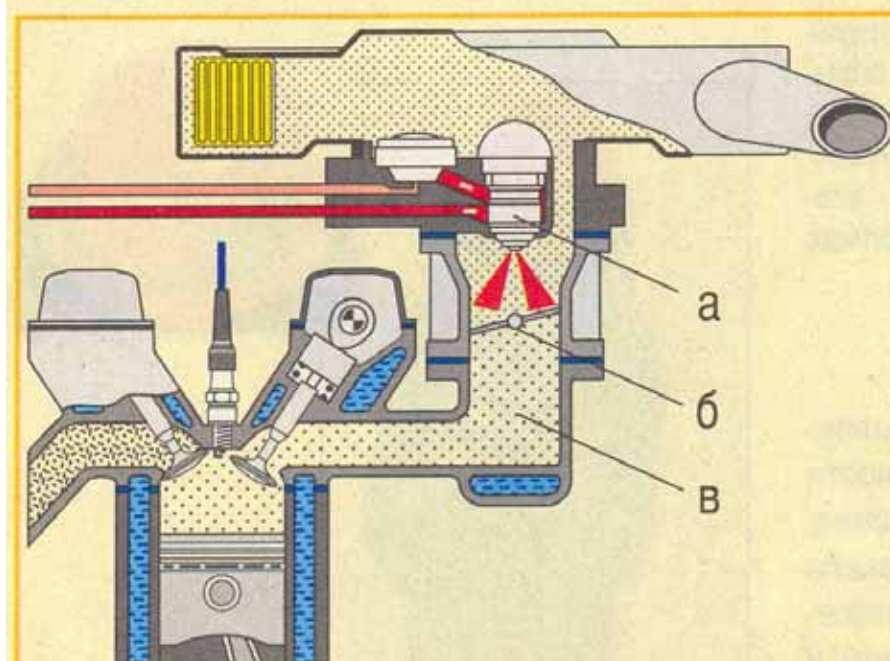

Рис. 3. Центральный впрыск: а – форсунка; б – дроссельная заслонка; в – впускной трубопровод.
**Центральный впрыск** (рис. 3). В общий впускной трубопровод топливо впрыскивается одной форсункой (для всех цилиндров двигателя), которая устанавливается перед дроссельной заслонкой, в месте, где «должен стоять карбюратор», и характеризуется низким сопротивлением обмотки электромагнита (до 4-5 Ом).